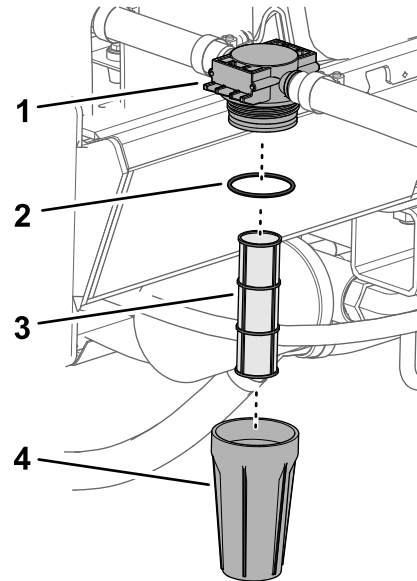

Bild 41
1. Drehen Sie den Filter nach links, um die Schale vom Filterkopf abzunehmen (Bild 41).
2. Prüfen Sie den Filtereinsatz auf Beschädigungen oder eine Ansammlung von Sediment oder Rückständen (Bild 41).
- A. Nehmen Sie den Filtereinsatz vom Filterkopf ab (Bild 41).
- C. Setzen Sie den Filtereinsatz in den Filterkopf ein (Bild 41).
3. Prüfen Sie den O-Ring auf Beschädigungen (Bild 41).
4. Schrauben Sie die Glocke nach rechts auf den Filterkopf auf und ziehen sie mit der Hand an (Bild 41).